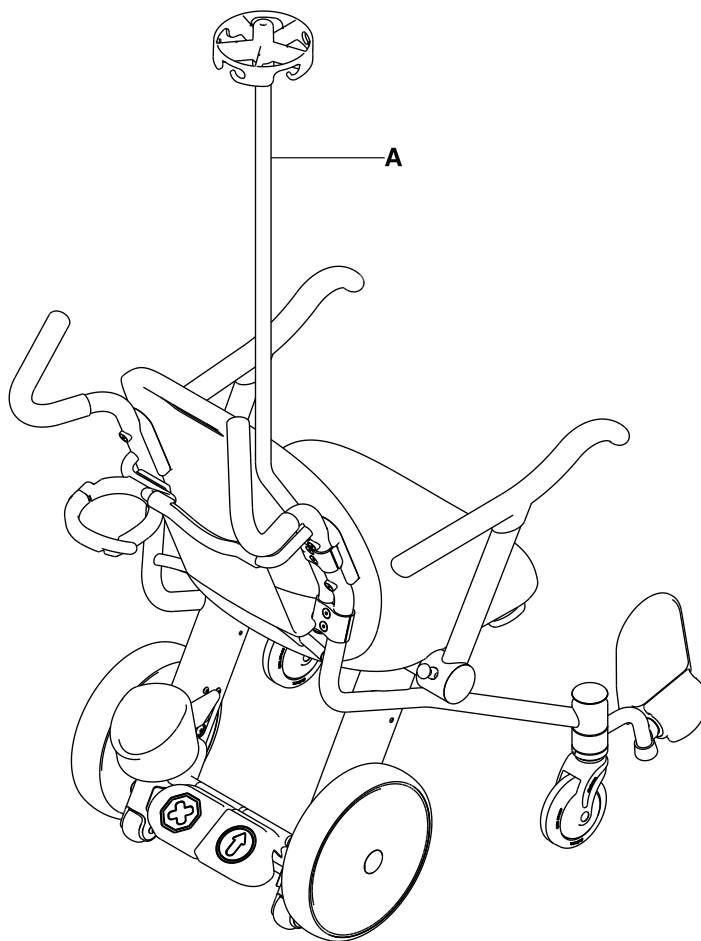

Abbildung 3-15: Infusionsständer
1. Am optionalen Infusionsständer (A) ziehen, um sich davon zu überzeugen, dass er sicher befestigt ist (Abbildung 3-15 auf Seite 3-28).